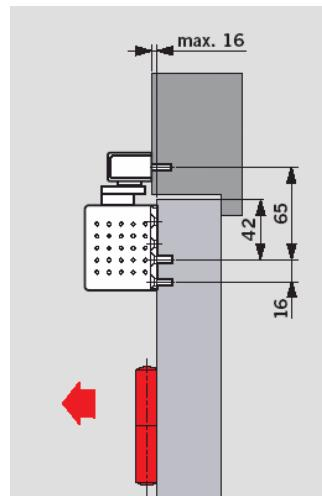
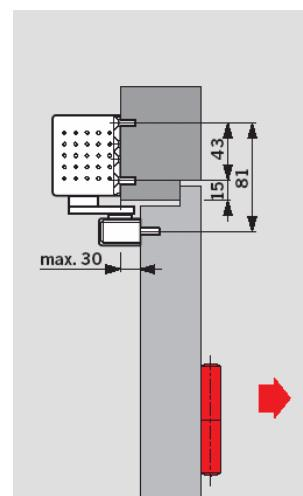

Рис. 4.
Рис. 5.
Доводчик DORMA TS93 предназначен для установки на правые и левые двери. Установка исполнения В может производиться либо на полотно двери со стороны петель (см. **рис. 4**), либо на коробку двери со стороны противоположной петлям (см. **рис. 5**).
- Взаимное расположение поверхностей дверной коробки и дверного полотна должно находиться в определенных пределах. На **рис. 4, 5, 6, и 7** указаны пределы для скользящих каналов **G-N, G-EMF, G-EMR**. В случае необходимости возможно использование различных типов монтажных пластин. Подробнее в разделе «Аксессуары».